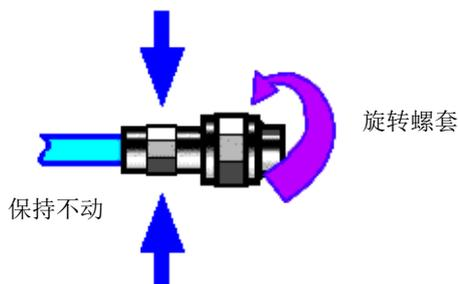

图 2-5 连接器连接方法示意图
- b) 如图 2-5，将两个连接器平直地移到一起，使它们能平滑接合，旋转连接器的螺套（注意不是旋转连接器本身）直至拧紧，连接过程中连接器间不能有相对的旋转运动。